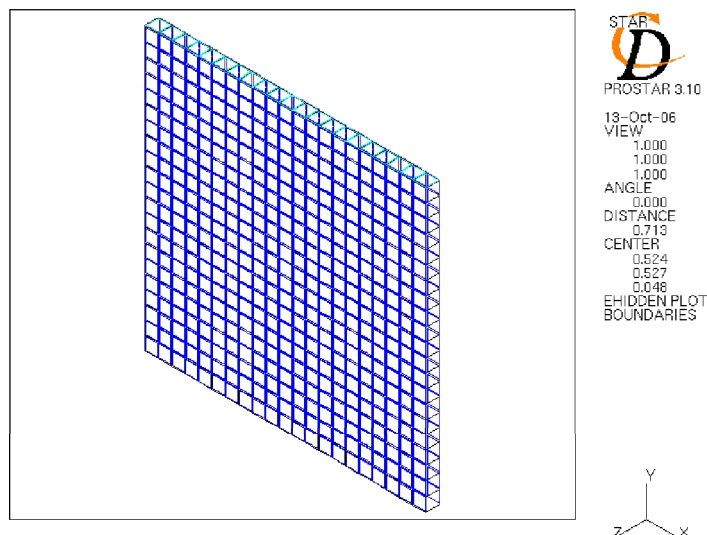

Рис. 10.4. Граничные поверхности модели
- Нажмите на кнопку **Count All Boundaries** и в текстовом выводе данных в окне OUTPUT будет выведена обобщающая информация по граничным областям, а в окне PROSTAR будут показаны выделенные граничные поверхности (см. рис. 10.4).